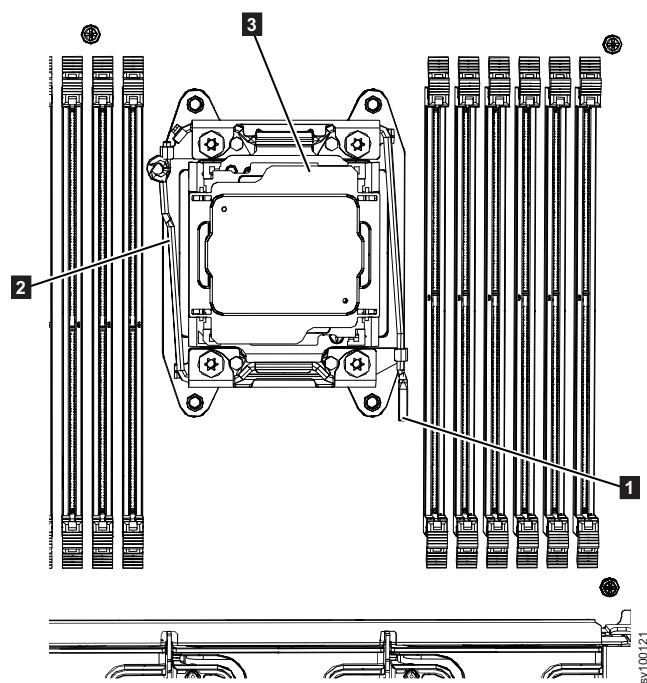

图 187. 打开释放杆
4. 打开微处理器插座释放杆和固定器，如图 187 中所示。